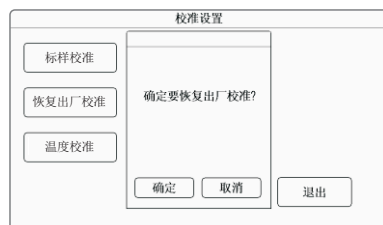

图2-49
- ◆ 恢复出厂校准：点击“恢复出厂校准”进入图2-49所示界面，按【确定】键执行恢复出厂校准，恢复出厂校准后，电导率值恢复到出厂时的校准值。